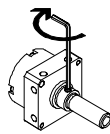

Рис. 8
3. Вверните резьбовой штифт (SW 1,5) вертикально в резьбу на лыске выходного вала DSM (Рис. 8). Момент затяжки 1 Нм.